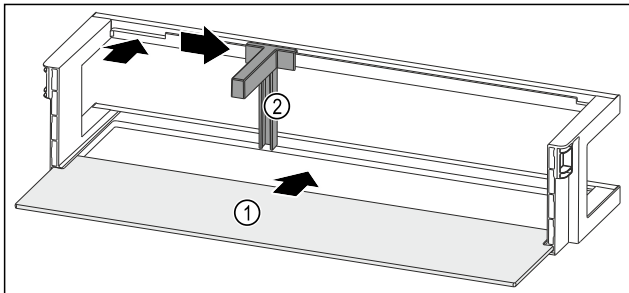

Fig. 163 Ajtópolc tárolólappal
- ▶ Tolja be a tárolólapot Fig. 163 (1) az oldalsó bemarásokba.
- ▶ Helyezze be a palacktartót Fig. 163 (2) a mélyedésbe.
- ▶ Tolja oldalra a kívánt pozícióba a palacktartót Fig. 163 (2).